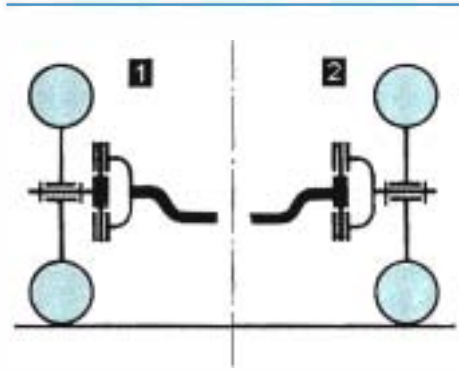

Figure 16.3 • Pivot pour essieux rigides.
• **Essieu rigide** (figure 16.3). Le pivot est réalisé par une **chape**, ouverte ou fermée. Un axe en acier est fixé dans un des éléments de la chape et pivote dans l'autre.